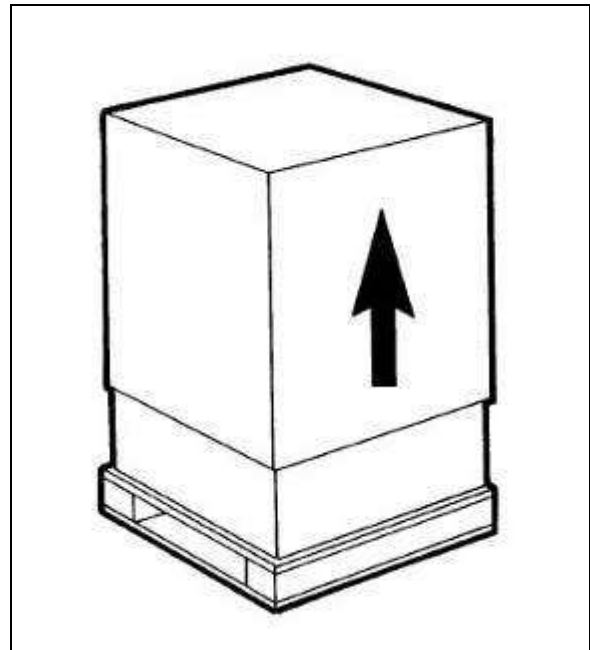

Fig. 1
a) Dopo aver tolto l'imballo **conservarne tutti gli elementi per lo stoccaggio invernale** ed assicurarsi dell'integrità dell'apparecchio (fig.1).